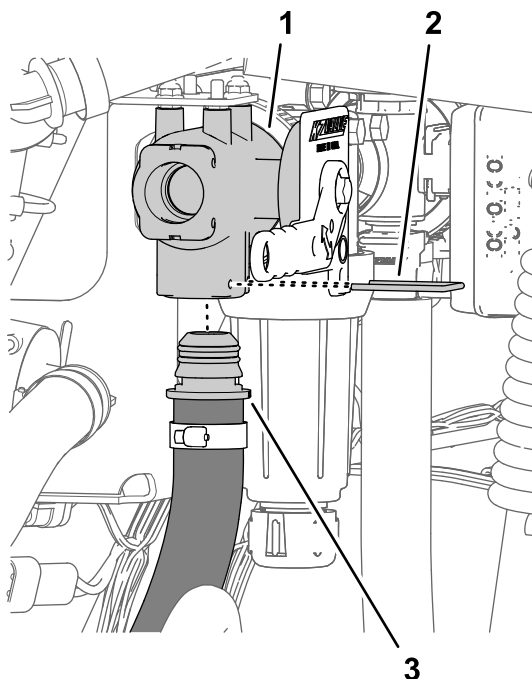

Figura 11
3. Allineate il raccordo diritto dentellato del gruppo flessibile della pressione con il foro inferiore della valvola del nebulizzatore e inserite il raccordo diritto fino a quando non è in sede (Figura 11).